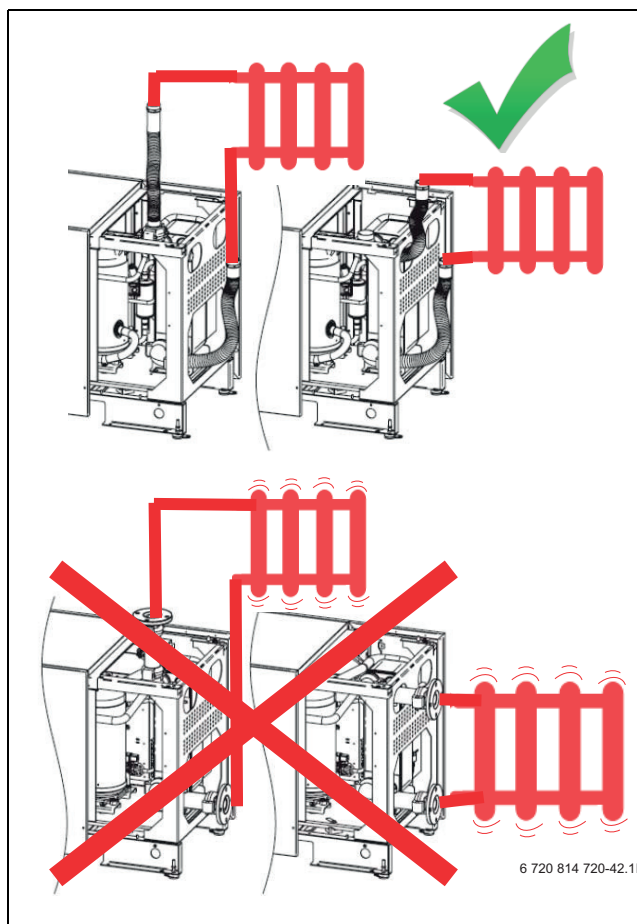

Bild 11 Avvibrering vid röranslutning mot värmesystemet
- ▶ För röranslutning mot värmesystemet krävs avvibrering. Flexslang rekommenderas (finns som tillbehör) → (bild 11). För köldbärarrören krävs att avvibrerande upphängningar används.